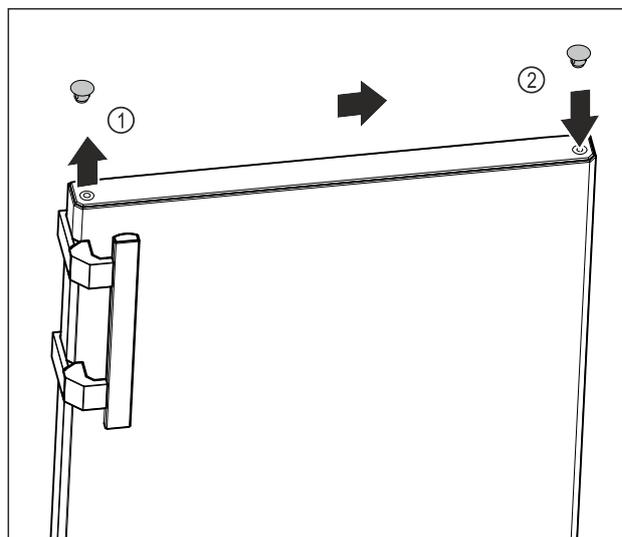

Fig. 17
- Sollevare il coperchio a tappo sulla parte superiore dello sportello Fig. 17 (1) con cautela con un cacciavite a taglio.
- Inserire il coperchio a tappo sul lato opposto. Fig. 17 (2)